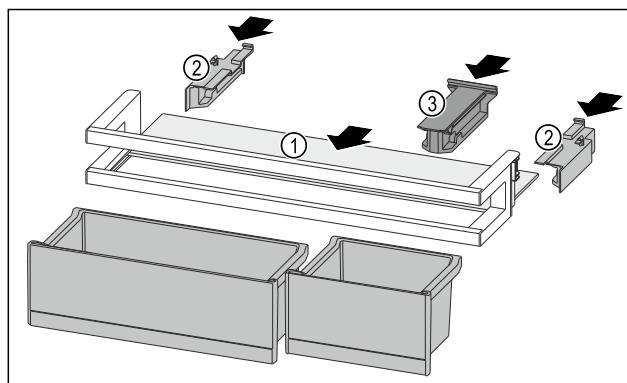

Fig. 195
- Futni raftin mbajtës Fig. 195 (1) në fole të anësore.
- Vendosni pjesët anësore Fig. 195 (2).
- Vendosni pjesën mbajtëse Fig. 195 (3).